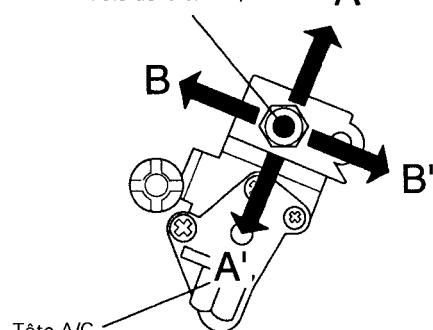

Fig. 3-3-3
- E. Exercer une légère pression sur l'axe de la tête A/C dans les directions A, A' (voir les flèches en Fig. 3-3-3) et vérifier que l'amplitude du signal audio n'a pas varié.
- F. Si l'amplitude varie, tourner l'écrou A (ajustement hauteur). Vérifier si le signal audio est maximum. Exercer une légère pression sur l'axe de la tête A/C dans les directions B, B' (voir les flèches en Fig. 3-3-3) et régler pour que le signal audio soit maximum.